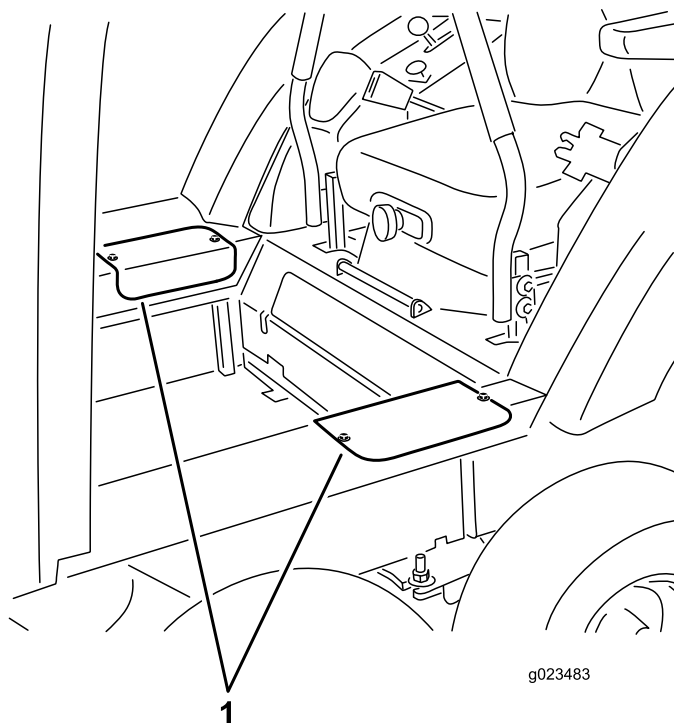

Figure 33
27. Posez les couvercles d'accès latéraux au moyen des vis retirées précédemment (Figure 33).